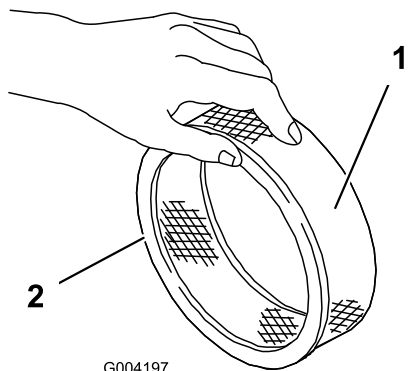

图43
- 检查纸质过滤器是否存在破裂、油性薄膜和橡胶封条损坏 (图43)。
- 小心将泡沫预滤器滑到纸质过滤器上 图43。